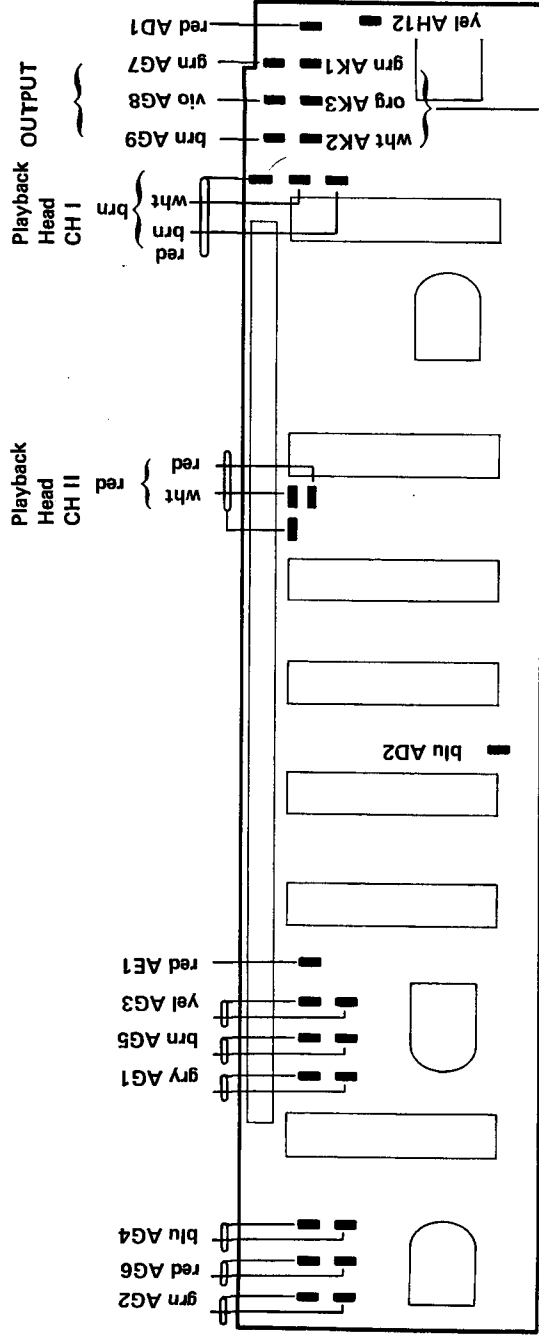

Bild 3.12.-17
- Alle Steckverbindungen auf dem Schalter-Print lösen (Bild 3.12.-17)
- 5 Befestigungsschrauben E (Bild 3.12.-16) lösen und die ganze Baugruppe nach vorne abheben.
Beim Wiedereinbau des Netzschalters muss die Stellung des Entzerrungsschiebeschalters kontrolliert werden. Falls erforderlich ist eine Neujustierung mit den Schrauben F (Bild 3.12.-16.) vorzunehmen (S. auch 5.1.)